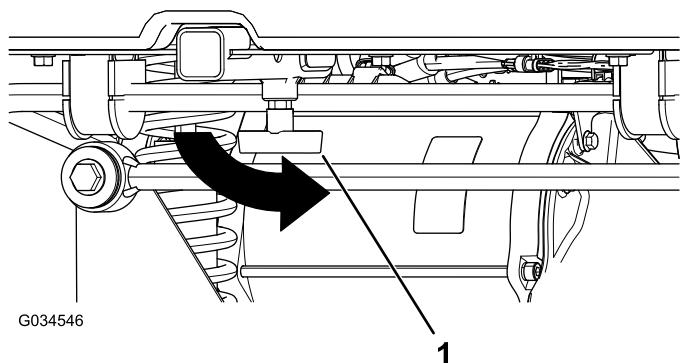

Рисунок 16
3. Затяните Т-образную рукоятку, повернув ее против часовой стрелки (Рисунок 16).